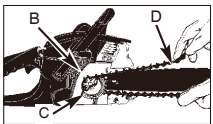

Fig. 4B
2. La kjeden gå rundt tannhullet (B) bak koblingen (C). Sørg for at linkene passer mellom tannhjulene (Fig. 4B).
3. Før drivverkslinkene inn i sporet (D) og rundt enden av skinnen (Fig. 4B).